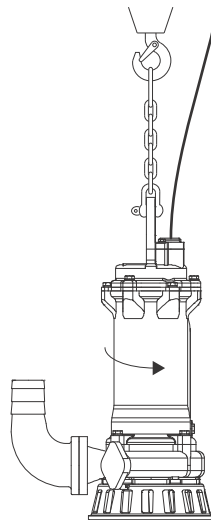

Abb. 9 Prüfen der Drehrichtung
2. Die Pumpe ein- und ausschalten. Dabei die Richtung der Rückbewegung beobachten. Bei richtigem Anschluss dreht das Laufrad der Pumpe von oben gesehen im Uhrzeigersinn. Das bedeutet, dass die Pumpe beim Einschalten eine Rückbewegung entgegen dem Uhrzeigersinn ausführt. Siehe Abb. 9. Bei falscher Drehrichtung zwei Phasen der Spannungsversorgung tauschen.